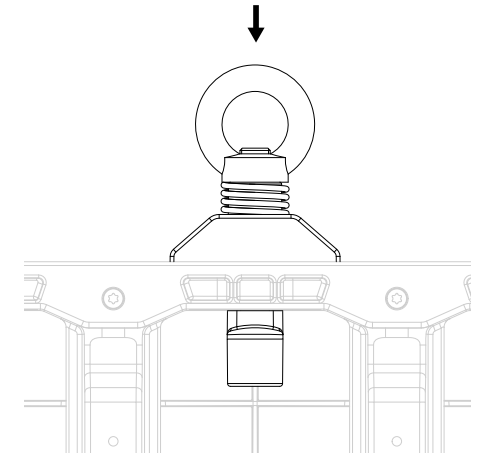

Fig. 8
- L'anello di sollevamento è in posizione. (Fig. 8)